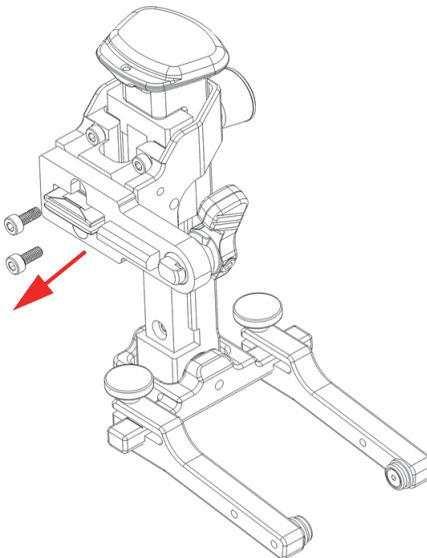

Figure 2-20 Retrait des deux vis
1. Retirez les deux vis du support du bras à ressort à l'aide d'une clé hexagonale de 2,5 mm (Figure 2-20 à la page 51).